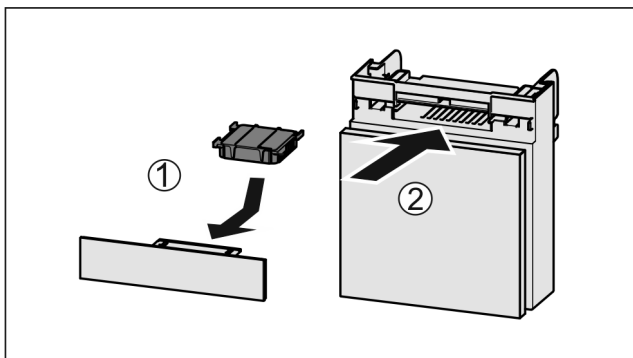

Fig. 114
- Aktivni ogljeni filter vstavite Fig. 114 (1) skladno s prikazom na sliki.
- Predal potisnite noter Fig. 114 (2).